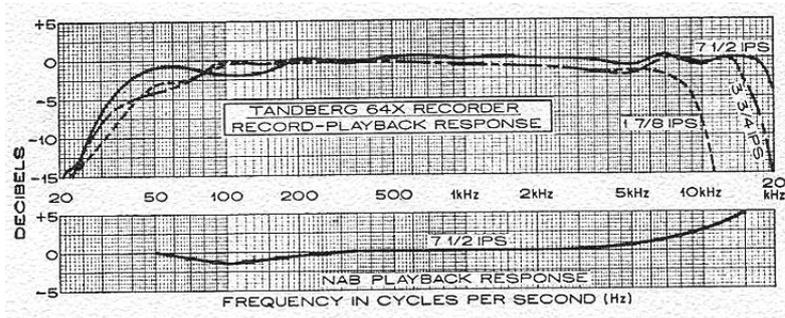
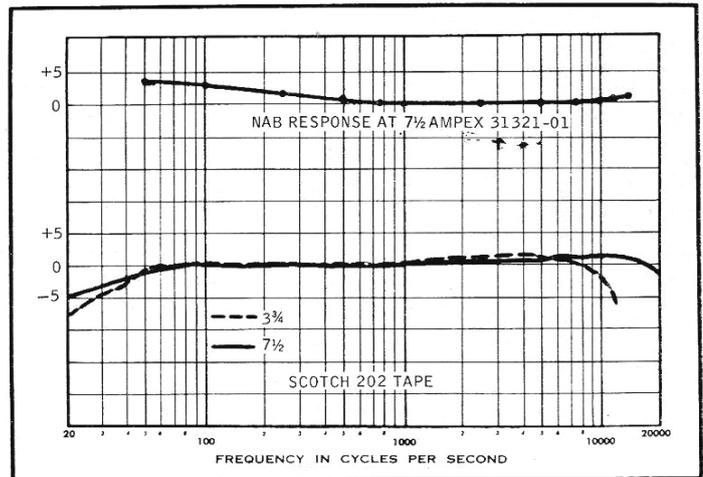

図 55-1 Tandberg 64X 型の周波数特性実測例 (HIFI/STEREO Review Test report より)(405)
図55-2 Revox G36型の周波数特性(例)
タンバークのデッキは途中、アンプがトランジスターになったり、2トラックが4トラックになったりで、デザインもわずかわまっているが、メカニズムを含め、基本的にはまったく同じ、いかにも保守的なヨーロッパのテープレコーダーという感じがする。ワン・モーター式でありながらアメリカでは高価格(64X型は当時\$549.00、写真55-2)の部類に入るが、性能は抜群によく、特に低速性能は当時のアメリカ製や日本製をしのいでいた。表55-2に64X型(6シリーズの4トラック・モデル)の主な仕様を示す(404)。図55-1はTandberg 64X型の周波数特性実測例である。
表55-4にG36型の主な仕様(407)を、図55-2に“AUDIO”誌(1966年2月号)のテスト・レポートに掲載された周波数特性を示す(408)(409)。
付図 55-1 に Revox A77 型の録音・再生回路の系統図 (411)を、付図 55-2 に Revox A77 型の周波数特性実測例を示す。